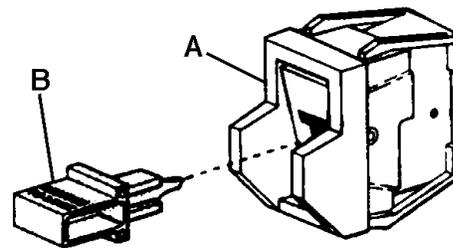

FIGURE 21
Votre scie à ruban est munie d'un interrupteur à bascule (A) Fig.21. Pour mettre la machine en marche, placez l'interrupteur à la position "On" (Marche), pour l'éteindre, placez l'interrupteur à la position "Off" (Arrêt). Pour empêcher l'utilisation non autorisée, cet interrupteur est muni d'une clé de sécurité (B) qui, une fois retirée, vous permet de verrouiller l'interrupteur en position d'arrêt (off). Pour verrouiller l'interrupteur en position d'arrêt (off), mettez l'interrupteur en position d'arrêt (off) et tirez sur la clé de sécurité.